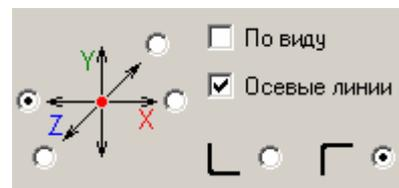

Рис. 94 Параметры для вставки уголка
2. Установить направление вставки влево по оси X , выбрать положение уголка , снять флажок **По виду** (рис. 94) и нажать на кнопку **Вставить** или клавишу **Enter**. Окно приложения исчезнет, в окне редактирования в позиции (0, 0, 0) появится изображение уголка, а у курсора-перекрестья его фантомное изображение.